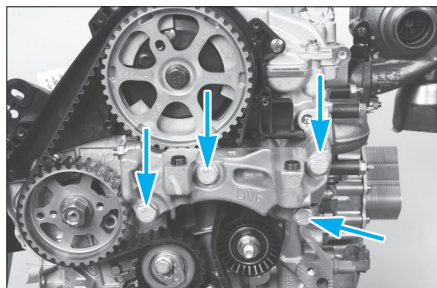

Fig. 9
- Mettre en place un palan ou une grue d'atelier, puis déposer le silentbloc du support moteur avant droit (Fig.9).